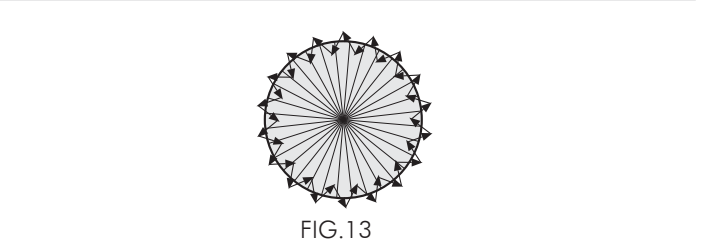

FIG. 13
- 4.4.1.4 Marchez depuis l'extérieur à travers le motif de détection jusqu'à ce que la LED rouge s'allume pendant env. 2s puis éteint, le prochain déclenchement devrait être dans une intervalle de 2s (voir FIG. 13).